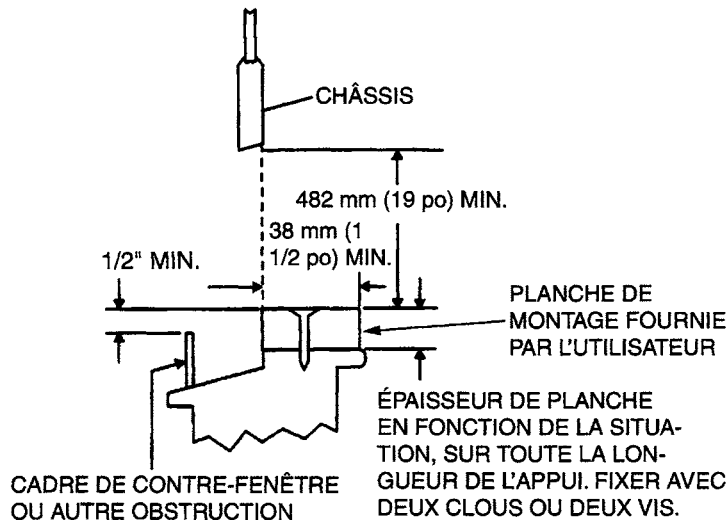

FIGURE 12 — APPLICATIONS DE CONTRE-FENÊTRE
Si la contre-fenêtre ne peut être démontée, l'ajout d'une planche de montage (non fournie) sur l'appui de la fenêtre peut s'avérer nécessaire. Le climatiseur doit être incliné vers l'arrière pour que le condensat soit correctement drainé. Le cadre de la contre-fenêtre (ou toute autre obstruction) doit être situé à au moins 13 mm ( $\frac{1}{2}$  po) en dessous du niveau de l'appui de la fenêtre. Si le cadre de la contre-fenêtre est à moins de 13 mm ( $\frac{1}{2}$  po) en dessous de l'appui de la fenêtre, une planche de montage doit être ajoutée pour augmenter la hauteur de l'appui. Voir la figure 12. La planche doit être fournie et coupée par l'installateur.
1. La planche doit avoir une largeur d'au moins 38 mm ( $1\frac{1}{2}$  po) et couvrir la totalité de la largeur de la fenêtre. L'épaisseur de la planche varie en fonction de la hauteur du cadre de la contre-fenêtre. La planche doit surélever l'avant du climatiseur d'une hauteur suffisante pour que l'appareil soit incliné vers l'arrière d'au moins 16 mm ( $\frac{5}{8}$  po) lorsque l'arrière de l'appareil repose sur le cadre de la contre-fenêtre. Voir la figure 12.